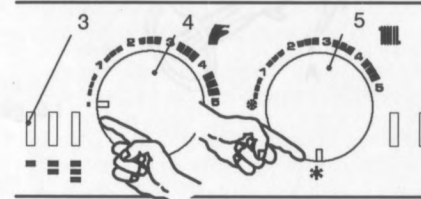
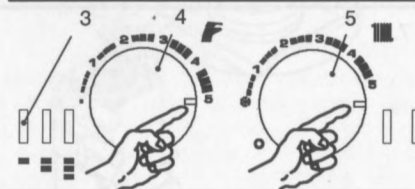

fig. 7.1
fig. 7.2
- 5 Ruotare la manopola regolazione temperatura sanitari (4) e la manopola selettore di funzione (5) in senso antiorario e posizzarle come in fig. 7.1.
- 7 Le spie di segnalazione 3 (fig. 7.1) lampeggiano alternativamente: la prima e la terza lam-
- 8 Ruotare le manopole 4 e 5 contemporaneamente in senso orario fino al massimo (fig. 7.2) e successivamente ruotarle entrambe contemporaneamente in senso antiorario fino al minimo (fig. 7.1).
La spia di regolazione 2 (fig. 7.1) impedisce l'azionamento della presa di pressione. Controllare la portata gas al contatore e confrontare il suo valore con i dati di portata gas a pag. 10.